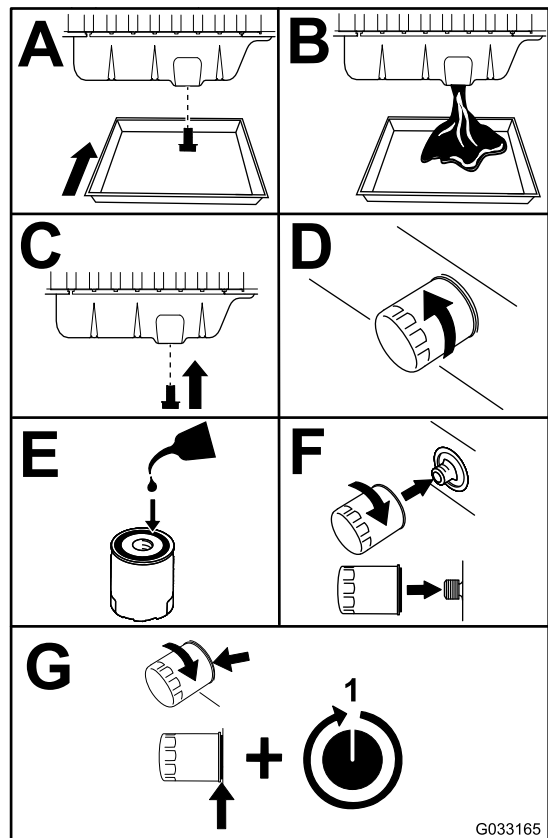

Figure 55
3. Vidangez l'huile moteur et remplacez le filtre à huile (Figure 55).